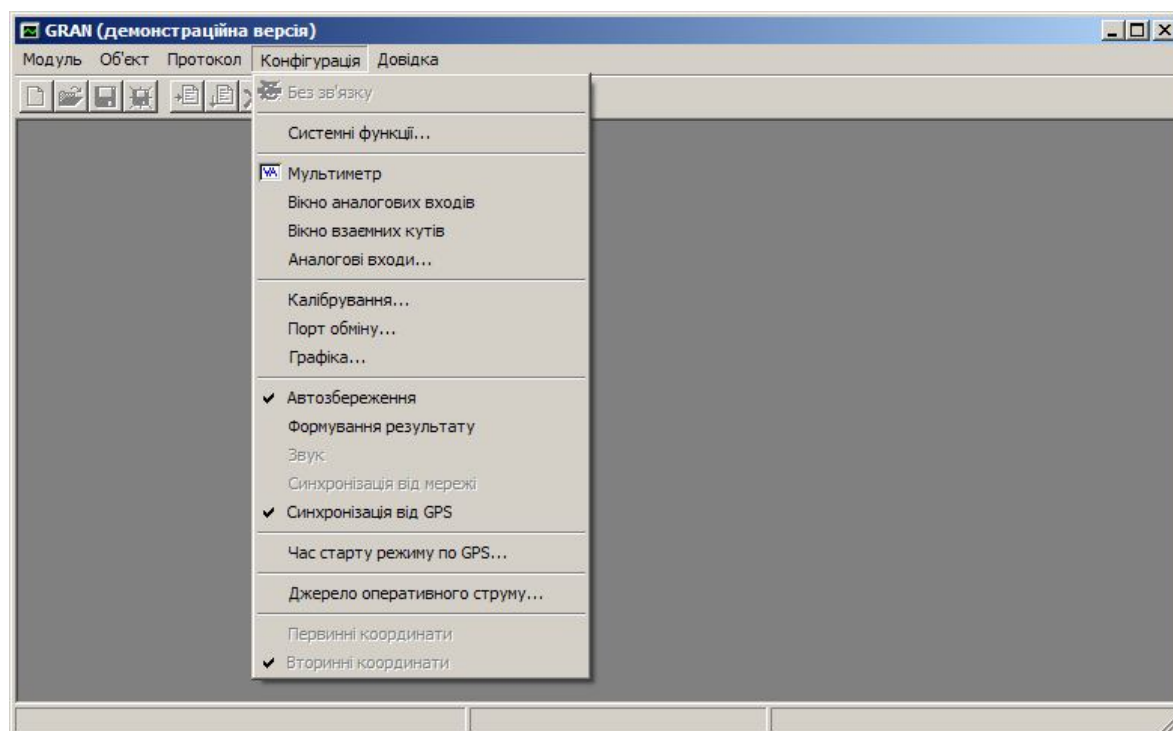

Рис. 2.10. Меню "Конфігурація"
Меню "Конфігурація" (рис. 2.10) містить наступні команди:
- 6) в пункті головного меню "Конфігурація" (див. рис. 2.10) встановити режим "Формування результатів";